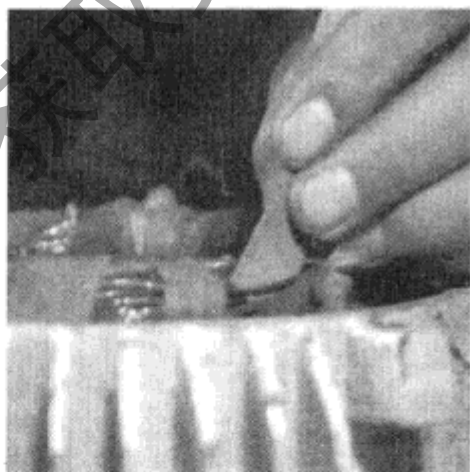
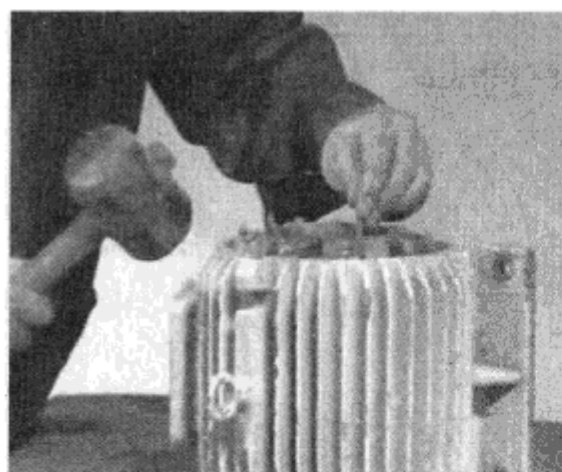

图 3-29 垫绝缘纸
图 3-30 嵌竹片
① 接地点在槽口附近时，可用划线板撬开槽绝缘，在故障处塞入大小适当的绝缘材料，如绝缘纸、天然云母以及竹片等，如图 3-29 和图 3-30 所示。若是两根以上的导线绝缘损坏，处理好槽绝缘后，还应在导线间用黄蜡布隔离，并涂上绝缘漆，烘干后复查绕组绝缘，应无接地现象。如果接地处的线圈有多根导线绝缘损坏，最好另换一个新线圈。